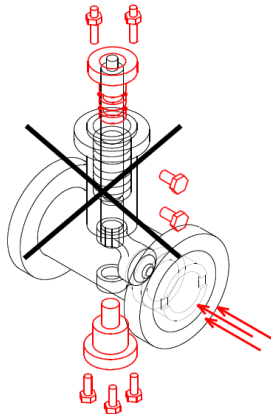

Fig. 7-1: Verletzungsgefahr durch äußere, drucktragende Teile während des Betriebs
- Externe drucktragende Teile (z.B. Schraube Prüfanschluss, Schraube Ausblassicherung Welle (101) bei Ventiltypen 72 und 73) nicht lösen, während das Ventil druckbeaufschlagt ist. Vgl. Bild 7-1, 7-2.